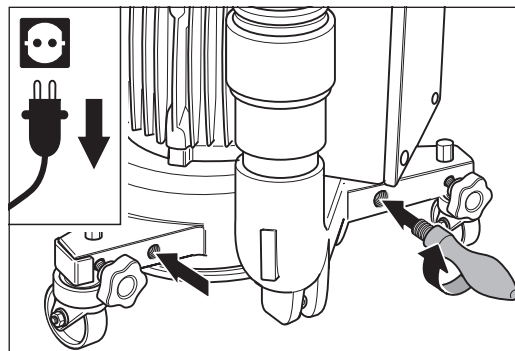

Abb. 36 Der Ballengriff kann auch am Ventilatorgehäuse eingeschraubt werden.
- 3 Schrauben Sie den Ballengriff rechts oder links in das Ventilatorgehäuse und ziehen Sie den Griff handfest an (Abb. 36).